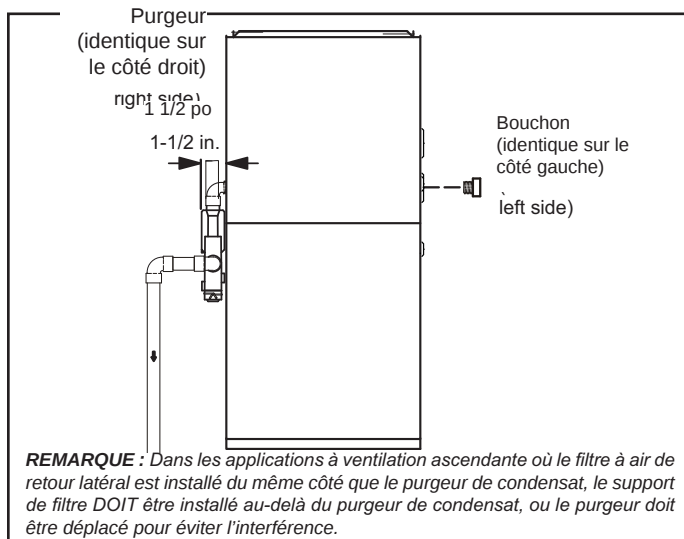

Figure 30. Emplacements du purgeur de condensat et des bouchons (Appareil illustré en position de ventilation ascendante)
2. Utilisez une clé à cliquet de 1/2 po ou un tournevis à lame plate et retirez le bouchon (Figure 30) de la boîte de tête côté froid à l'endroit approprié sur le côté de l'appareil. Installez un raccord mâle 3/4 NPT (fourni sur le site) dans la boîte de tête côté froid. Utilisez du ruban Téflon ou de la pâte à joint appropriée.